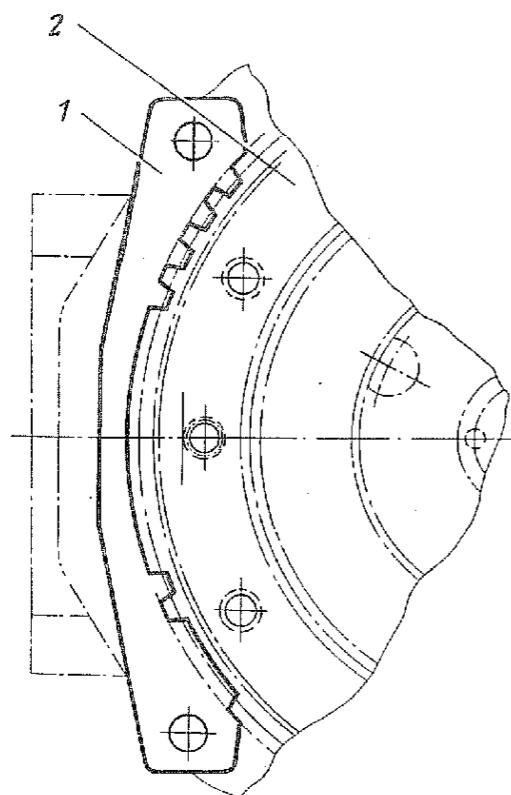
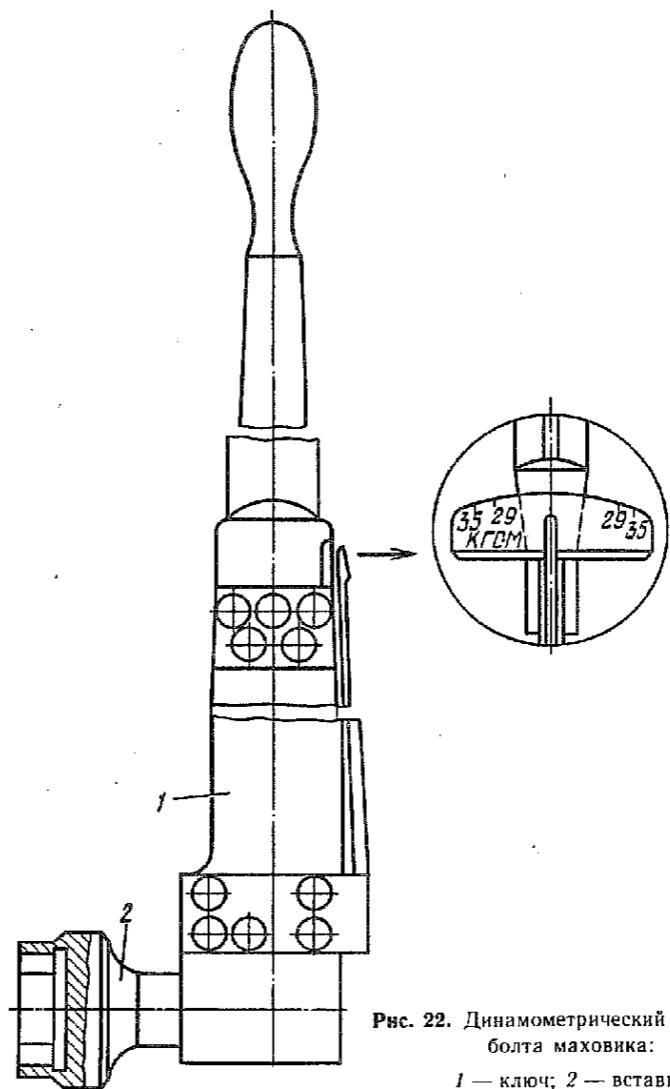

Рис. 19. Стопор маховика:
Рис. 22. Динамометрический ключ для болта маховика:
3.3. Заосторнить маховик от проворачивания, отвернуть болты 2 крепления кожуха к маховику, снять нажимной диск 4 с кожухом в сборе и ведомый диск 3 (стопор, рис. 19; головка 12, вороток).
4.3. Заосторнить маховик 54 (рис. 29) от проворачивания и закрепить болтом 56 с пружинной шайбой 55 (стопор, рис. 19; ключ динамометрический для болта маховика, рис. 22; емкость для смазки).